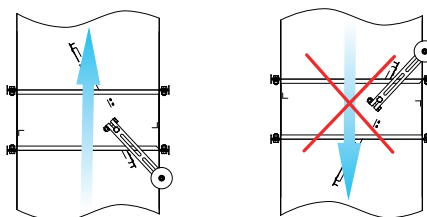

Рисунок 5.2 – Монтаж клапана
5.6 Закрепите клапан к ответным фланцам воздухопровода при помощи болтовых соединений (рисунок 5.2). Стяжные скобы рекомендуется устанавливать на фланцы клапанов прямоугольного сечения с длиной стороны более 400 мм, с шагом 200-300 мм. Места соединения фланцев необходимо герметизировать. При монтаже деформация корпуса клапана не допускается.